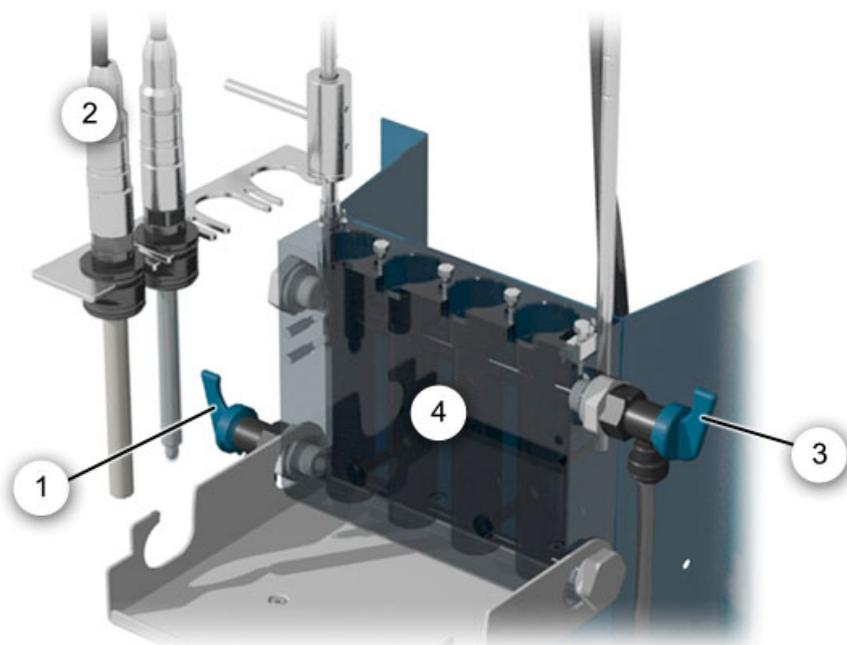

Figure 18: Bloc de mesure AquaMaster
2.	Retirer tous les sondes du bloc de mesure et les positionner sur le verrouillage (Figure 18, position 2). <div style="border: 1px solid black; padding: 2px; display: inline-block;"> i </div> Plonger les pointes de mesure des sondes de pH et de conductivité dans un récipient d'eau pour éviter qu'ils sèchent. Ne pas utiliser de l'eau distillée mais de l'eau du robinet propre.
3.	Retirer le flexible du robinet d'alimentation d'eau du bloc de mesure (Figure 18, position 1), puis ouvrir le robinet d'alimentation et laisser le bloc se vider dans un récipient.
4.	Nettoyer le bloc de mesure (Figure 18, position 4) à l'aide d'un goupillon.
5.	Remettre en place le flexible d'alimentation (Figure 18, position 1).